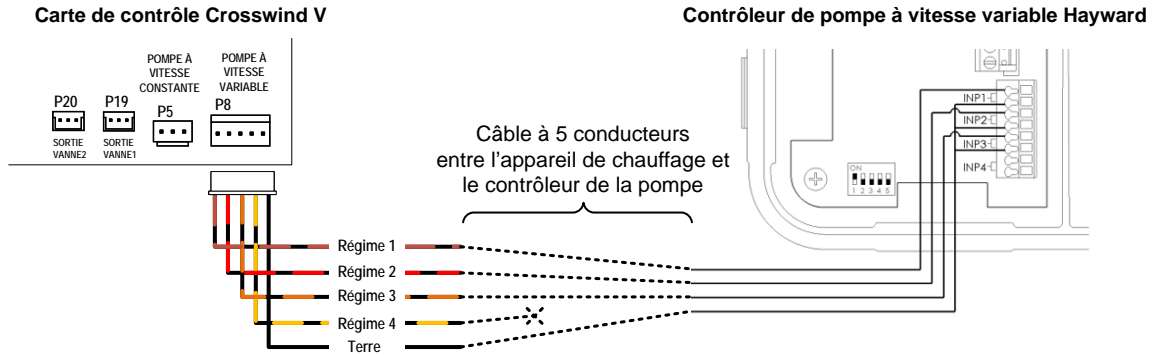
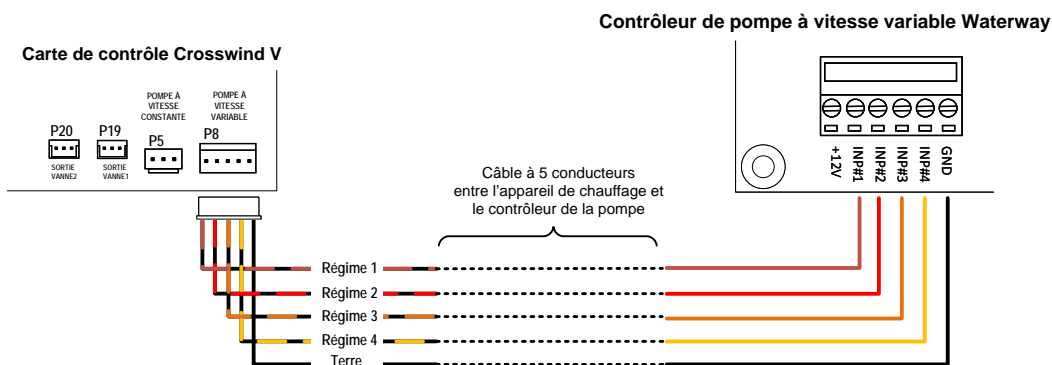

Figure 141. Gamme de pompes Hayward THP VS
Figure 145. Pompes Waterway Power Defender VS à entrées discrètes
3. Connecter l'autre extrémité du câble à 5 conducteurs aux bornes d'entrée numérique du contrôleur de pompe à vitesse variable ou à l'interface numérique/RS-485 de contrôle de pompe. La Figure 141 jusqu'à la Figure 145 présentent des exemples de connexions pour certaines marques et certains modèles de pompes à vitesse variable. Reportez-vous au manuel d'installation et de configuration de votre pompe à vitesse variable pour plus de détails sur la connexion et la configuration du sélecteur de vitesse à entrée numérique.